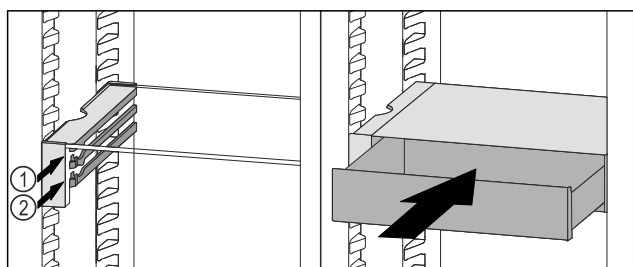

Fig. 63
- ▶ Nasadte zásuvku VarioSafe za zarážky na požadovaném žebro Fig. 63 (1) nebo Fig. 63 (2).